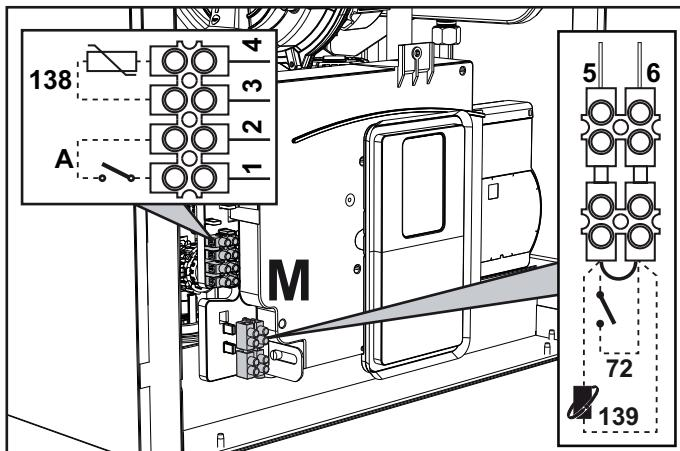

fig. 28
Dopo aver tolto il pannello frontale (sez. "Apertura del pannello frontale" a pag. 39) è possibile accedere alle morsettiera (M) e al fusibile (F) seguendo le indicazioni descritte di seguito. **I morsetti indicati nella fig. 28 devono essere a contatti puliti (non 230V).** La disposizione dei morsetti per i diversi allacciamenti è riportata anche nello schema elettrico alla fig. 66.
Configurazione Interruttore ON/OFF (A fig. 28)